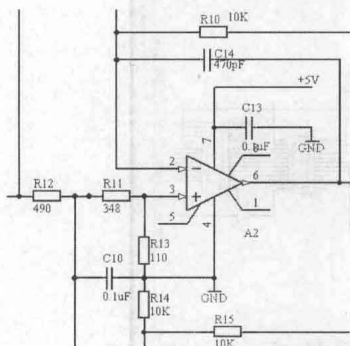
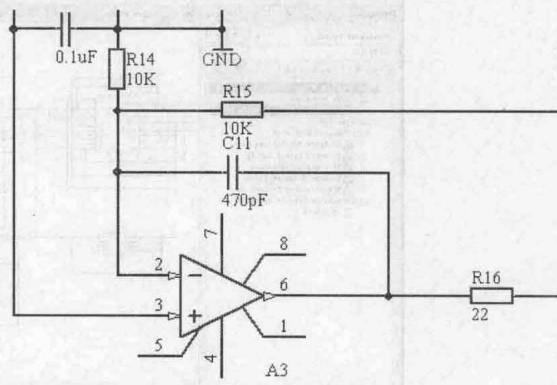

图 11-12 A2 放大电路
图 11-13 A3 放大电路
- ❸ A2 放大电路如图 11-12 所示。A3 放大电路如图 11-13 所示。